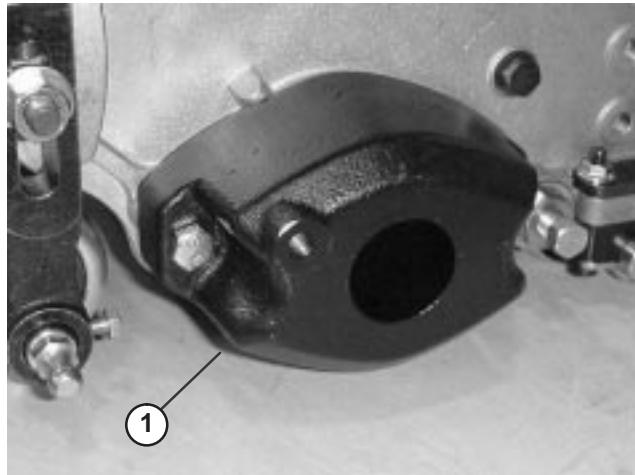

Bild 5
- Einstellschraubenmutter für Untermesser (2)
A. Nehmen Sie die beiden Schrauben ab, mit denen das Gegengewicht links am Mähwerk befestigt ist. Nehmen Sie das Gegengewicht ab (Bild 5).
E. Fetten Sie die Antriebskupplung innen ein. Montieren Sie die Antriebskupplung mit dem Sprengring am linken Spindelrohr des Mähwerks (Bild 5).